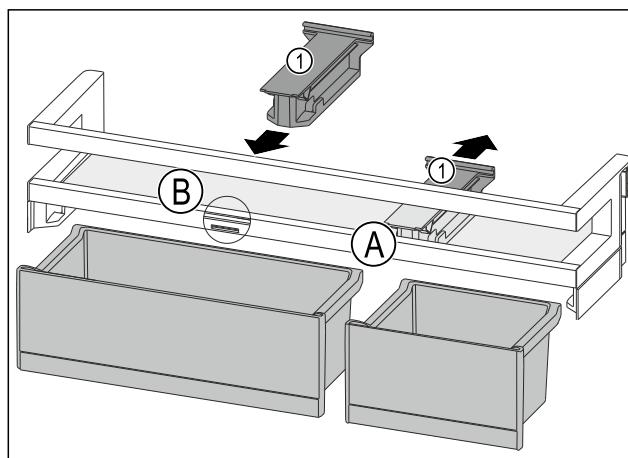

Fig. 85
- Stiahnite prídržný diel Fig. 85 (1) v polohe Fig. 85 (A) dozadu.
- Vložte prídržný diel Fig. 85 (1) v polohe Fig. 85 (B).